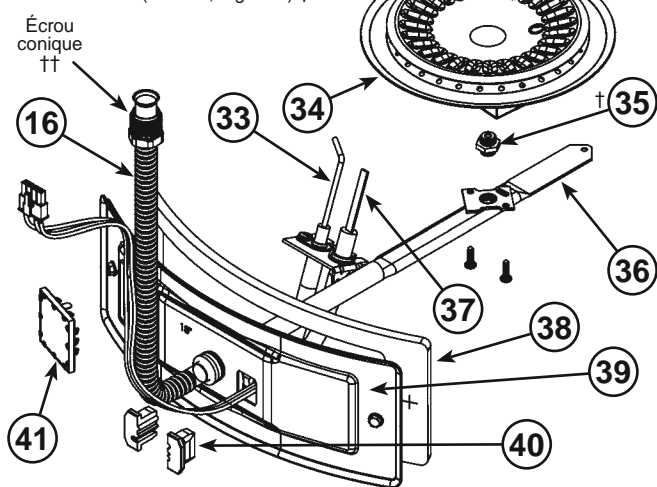
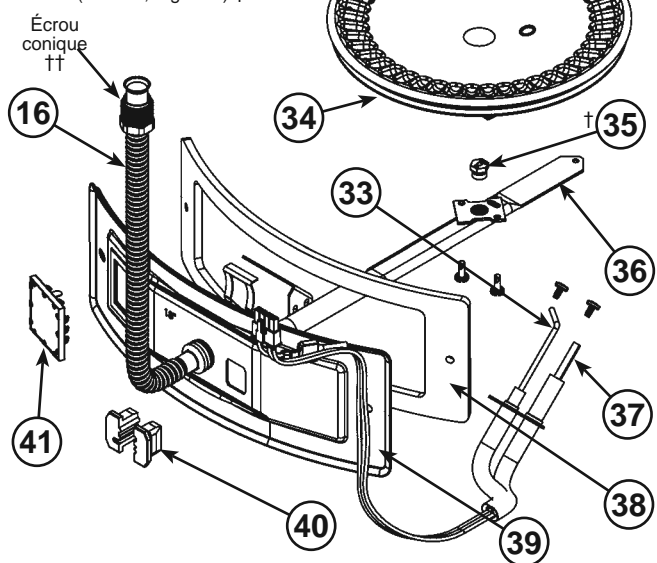
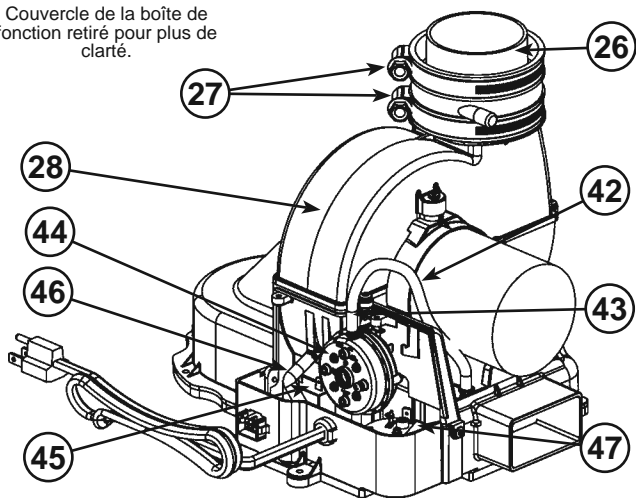

Figure 3.
Figure 4.
Figure 5.
| 1 Coude de terminaison avec grille   | 15 *Drain de plancher  | 34 Brûleur en tôle (voir Figure 3 et Figure 4)                         |
| 2 *Conduit d'évacuation  | 16 Tube flexible du collecteur (voir Figure 3 et Figure 4)                                       | 35 Orifice de gaz (voir Figure 3 et Figure 4)                          |
| 3 *Coude du conduit d'évacuation (long rayon)                                      | 17 ***Harnais de câbles  | 36 Collecteur (voir Figure 3 et Figure 4)                              |
| 4 *Raccord-union diélectrique  | 18 *Collecteur de sédiments  | 37 Allumeur à élément chauffant (voir Figure 3 et Figure 4)            |
| 5 Raccord entrée d'eau froide/tube d'immersion                                     | 19 *Raccord-union (alim. en gaz)   | 38 Joint d'étanchéité, porte du collecteur (voir Figure 3 et Figure 4) |
| 6 **Raccord d'alimentation pour chauffage combiné (optionnel)                      | 20 *Robinet d'arrêt manuel du gaz  | 39 Porte du collecteur (voir Figure 3 et Figure 4)                     |
| 7 Soupape T&P  | 21 *Alimentation en gaz  | 40 Bloc passe-fil et étrier (voir Figure 3 et Figure 4)                |
| 8 * Tuyau d'écoulement   | 22 Anode (sous capuchon)   | 41 Regard (voir Figure 3 et Figure 4)                                  |
| 9 **Raccord de retour pour chauffage combiné (optionnel)                           | 23 Déflecteur de cheminée  | 42 Tube d'air (apport) (voir Figure 5)                                 |
| 10 Commande du gaz/thermostat (Honeywell)  | 24 Raccord combiné sortie d'eau chaude/anode   | 43 Limiteur de température, soufflerie (voir Figure 5)                 |
| 11 Robinet de vidange  | 25 *Robinet d'arrêt manuel, eau froide   | 44 Pressostat apport d'air (NF) (dans boîtier) (voir Figure 5)         |
| 12 Porte d'accès externe   | 26 ****Accouplement en caoutchouc (voir Figure 5)  | 45 Condensateur (voir Figure 5)  |
| 13 Assemblage de la porte du collecteur (non illustré) (voir Figure 3 et Figure 4) | 27 Collier de serrage (voir Figure 5)  | 46 Tube d'air (évacuation) (voir Figure 5)                             |
| 14 *Bac d'égouttement en métal   | 28 ***Soufflerie et cordon d'alimentation (voir Figure 5)  | 47 Pressostat évacuation (NO) (dans boîtier) (voir Figure 5)           |
|  | 33 Détecteur de flammes (voir Figure 3 et Figure 4)  |  |
Ce dispositif, situé sur la soufflerie (voir Figure 5, item 43), a pour fonction de limiter la température des gaz de combustion à la sortie de la soufflerie. Si la température monte au-dessus de la température de déclenchement, l'interrupteur s'ouvre et provoque l'arrêt du chauffe-eau. Cet interrupteur se réarme automatiquement quand la température redescend.
Le fonctionnement de la soufflerie et du chauffe-eau est contrôlé par deux pressostats situés dans la boîte de jonction (voir Figure 5, item 44 et item 47). Ces dispositifs raccordés en série surveillent la pression d'air générée par la soufflerie. Si le conduit d'évacuation se bloque ou si sa capacité est autrement restreinte, l'interrupteur normalement ouvert s'ouvre et provoque l'arrêt du chauffe-eau. Si le conduit d'approvisionnement d'air se bloque ou si sa capacité est autrement restreinte, l'interrupteur normalement fermé se referme et provoque l'arrêt du chauffe-eau.